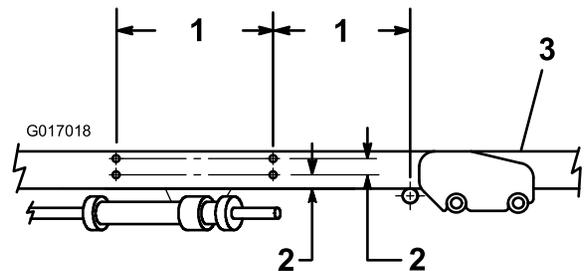

Figura 4
- Consulte las dimensiones indicadas en la Figura 4 para localizar, marcar y perforar 4 taladros (9/32"/7 mm de diámetro) en el tubo derecho del bastidor.